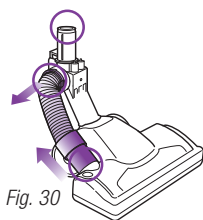

Fig. 30
- Saque la manguera de la parte de arriba del cepillo eléctrico presionando las pestañas entre sí y tirando hacia fuera y en la parte de abajo, sacando el conector. Inspeccione el interior de los 3 agujeros. (Fig. 30)